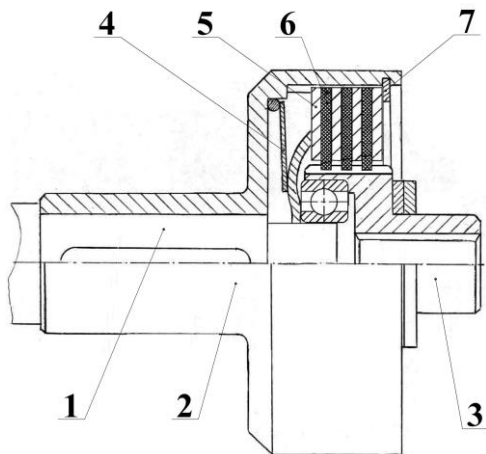
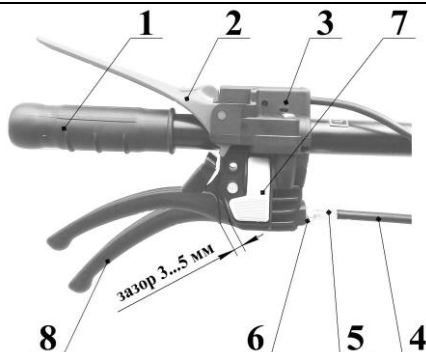
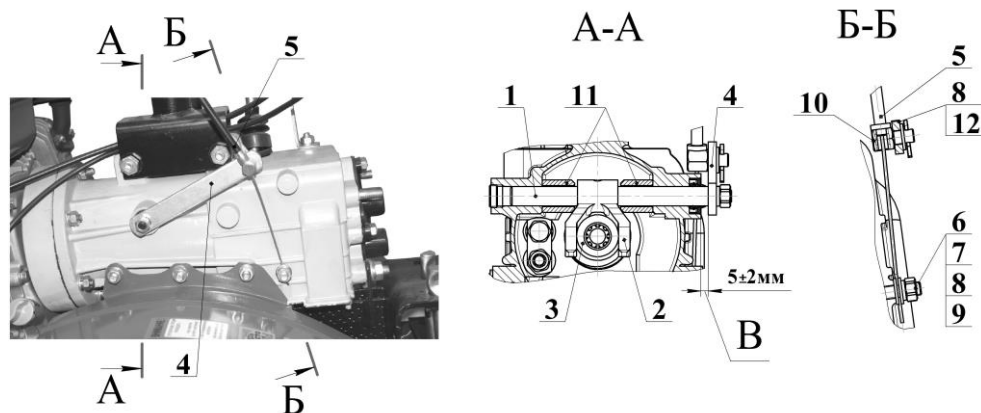

Рисунок 2 – Сцепление.
Рисунок 3 – Рукоятка руля левая.
Рисунок 4 – Коробка передач. Положение рычага сцепления.
Сцепление состоит из следующих основных частей: полумуфты ведущей **2** (рисунок 2), полумуфты ведомой в сборе с выжимным подшипником **3**, тарельчатой пружины **4**, дисков ведущих **5**, дисков ведомых **6**, пружинного упорного кольца **7**.
При отпущенном рычаге сцепления 8 (рисунок 3) тарельчатая пружина 4 (рисунок 2) сжимает пакет дисков ведущих и ведомых, набранных поочередно. За счёт трения между дисками, ведущими и ведомыми осуществляется связь двигателя с коробкой передач.
При нажатии на рычаг сцепления 8 (рисунок 3) усилие с помощью троса 4 сообщается наружному концу рычага выключения сцепления 4 (рисунок 4). Поворачиваясь вместе с осью 1 вилка сцепления 2 (рисунок 4) через полумуфту ведомую 3 (рисунок 2) и выжимной подшипник сжимает диафрагменную пружину, ведомые диски освобождаются от ведущих и тем самым прекращается передача вращения от двигателя к коробке передач.
1.2.2.1.6 Механизм выключения сцепления состоит из: оси, выведенной наружу из корпуса коробки, вилки сцепления **1** (рисунок 5), рычага выключения сцепления **8** (рисунок 3). Вилка сцепления закреплена на оси и упирается в торец полумуфты ведомой **3** (рисунок 2) через радиальный подшипник.
Рычаги управления установлены на руле и состоят из: рычага «Стоп» **2** (рисунок 3), рычага сцепления **8**, троса сцепления **4**, рычага газа **2** (рисунок 10).
Рычаг «Стоп» и рычаг сцепления представляют собой сборную конструкцию и установлены на левой рукоятке руля (рисунок 3). Рычаг «Стоп» в нормальном (отжатом) положении воздействует на выключатель, соединенный проводом с магнето двигателя, и замыкает зажигание на «Массу» (запуск и работа двигателя возможна только при нажатой ручке).
Рычаг сцепления **8** (рисунок 3) служит для отключения сцепления, при помощи троса **4** установленного на рычаге. Второй конец троса соединён с рычагом выключения сцепления **4** (рисунок 4) и застопорен с помощью шпильки **6**, шайб **8** и **9** и гайки **7**. В нажатом положении рычаги **2** и **8** (рисунок 3) могут быть застопорены фиксатором **7**, установленным на кронштейне рычага сцепления (для запуска двигателя). На кронштейне рычага имеется регулятор свободного хода, представляющий полый болт **5**, через который проходит трос сцепления. Оболочка троса **4** с одной стороны упирается в полый болт **5** (рисунок 3), а с другой стороны в упор троса сцепления **10** (рисунок 4) расположенный на рычаге **4**.
Выворачивая болт **5** (рисунок 3), можно уменьшить свободный ход рычага. Болт стопорится контрящей гайкой **6**.
1) В случае ослабления троса его необходимо подтянуть. Для этого необходимо отвернуть гайку 7 (рисунок 4), натянуть трос и вновь затянуть гайку 7, при этом зазор В между рычагом и бонкой на корпусе коробки передач должен быть в пределах 5 ± 2 мм. После этого можно производить регулировку сцепления с помощью болта 5 (рисунок 3).
2) Категорически запрещается выдвигать вилку 1 (рисунок 4) с рычагом 4 из корпуса коробки передач, так как это приведёт к выходу из зацепления кулачков вилки 2 с полумуфтой сцепления 3.